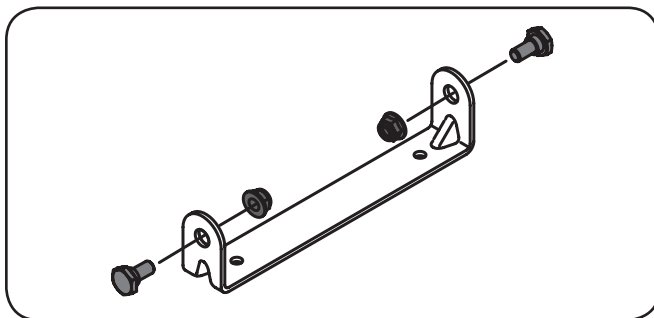

Figura 3-4
1. Extraiga los pernos con reborde y las tuercas de seguridad del soporte de montaje del asiento incluido en el paquete de elementos de ferretería. Vea la Figura 3-4.